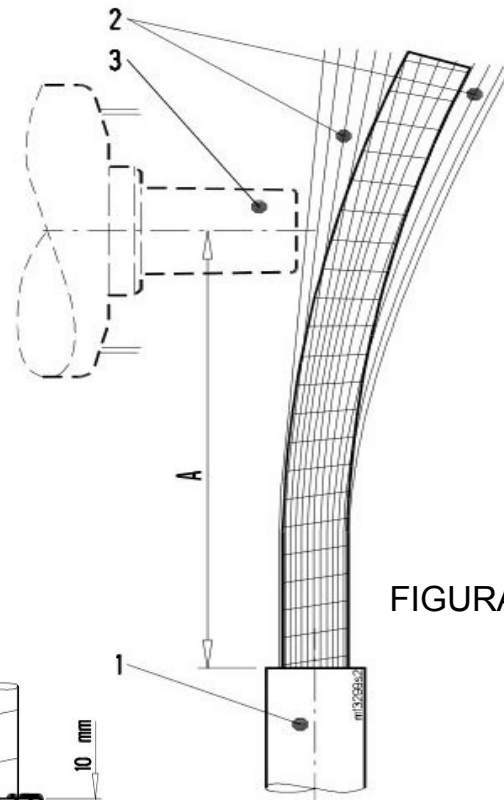

FIGURA 1
1- Preparar o cabo (1) posicionando-o perpendicularmente em frente à bucha de conexão (3), prevendo um excesso de malha de aterramento (2) (*) antes de cortar a camada externa do cabo (1) na medida "A" conforme tabela 1, conforme mostra a FIGURA 1.